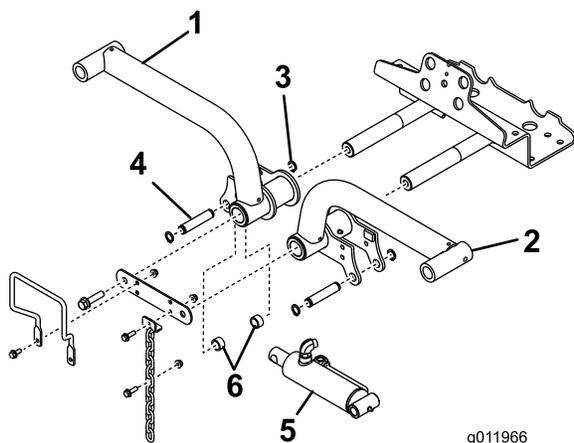

図 15
4. 左右の昇降アームをそれぞれピボットシャフト 図 15 に差し込み、保管しておいたピボットシャフトリンクとキャップスクリューを取り付けて固定する。
- 昇降シリンダの右端を右昇降アームに連結するピン1本とスペーサ2個(図15)。リテーナリングで固定する。